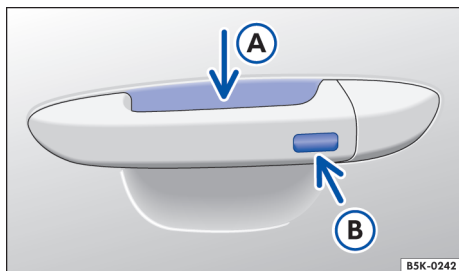

Fig. 62 Sistema de travamento e de partida Keyless Access sem chave: área de sensores na maçaneta da porta dianteira.
- Pegar na maçaneta da porta do condutor ou do passageiro dianteiro. Com isso, a superfície do sensor → Fig. 62 (A) é tocada.
- Além disso, antes de 5 segundos, tocar uma vez o sensor para travamento na parte externa da maçaneta da porta dianteira → Fig. 62 (B). Não aperte a maçaneta.